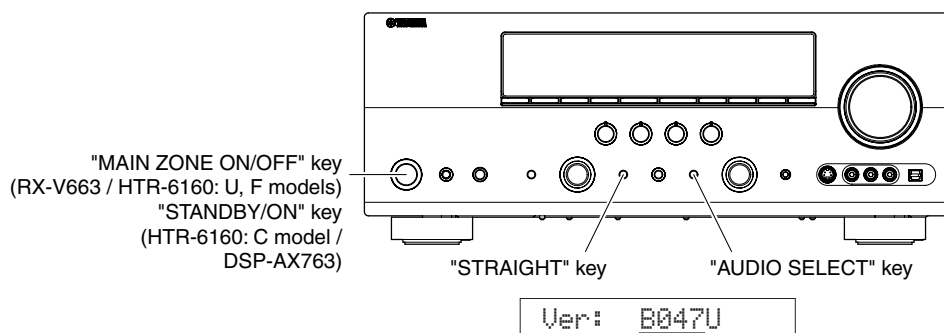

Fig. 5
2. Press the "MAIN ZONE ON/OFF" (RX-V663 / HTR-6160: U, F models) / "STANDBY/ON" (HTR-6160: C model / DSP-AX763: B model) key while simultaneously pressing the "STRAIGHT" and "AUDIO SELECT" keys. (Fig. 5)
Confirm the displayed firmware version is the same as the written firmware version. (Fig. 5)
2. "STRAIGHT"キーと"AUDIO SELECT"キーを押しながら、"STANDBY/ON"キーを押し、ダイアグを起動します。(Fig. 5)
表示されたファームウェアのバージョンが書き込んだファームウェアのバージョンと同じであることを確認します。(Fig. 5)